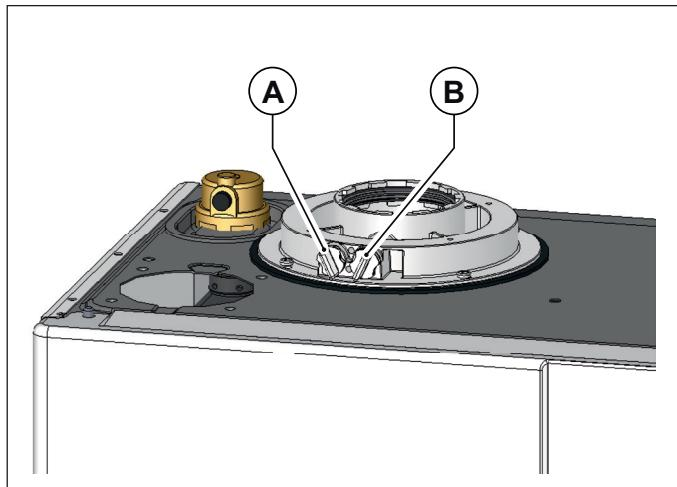
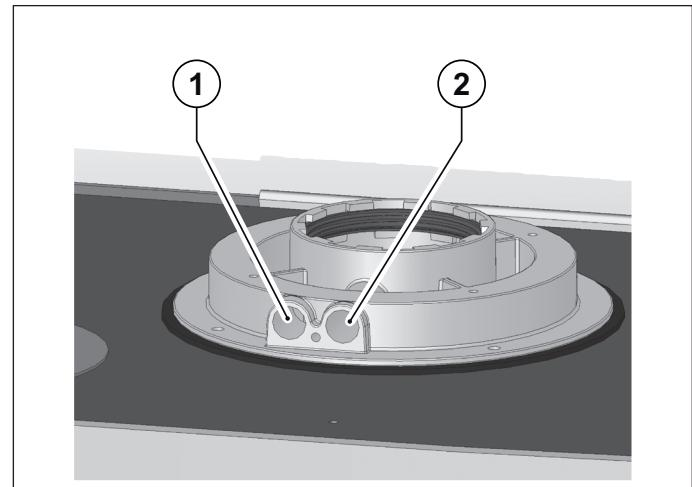

Fig. 15 Posizione tappi
Fig. 16 Posizione fori
La caldaia è provvista di una torretta per il collegamento delle tubazioni di aspirazioni aria/scarico fumi (vedi Fig. 15 Posizione tappi e Fig. 16 Posizione fori).
Nella torretta sono stati predisposti dei fori per l'accesso diretto all'aria comburente ed allo scarico dei fumi (vedi Fig. 15 Posizione tappi).
Prima di effettuare le misurazioni togliere i tappi **A** e **B** dai fori predisposti sulla torretta (vedi Fig. 15 Posizione tappi).
- misura dell'aria comburente prelevata nell'apposito foro **1** (vedi Fig. 16 Posizione fori).
- misura della temperatura fumi e della CO₂ prelevata nell'apposito foro **2** (vedi Fig. 16 Posizione fori).